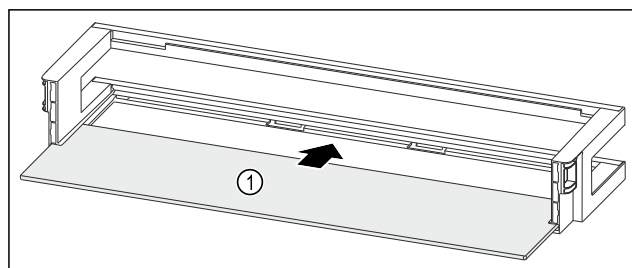

Fig. 277 Półka w drzwiach z półką
- Wsunąć półkę Fig. 277 (1) w boczne wycięcia.